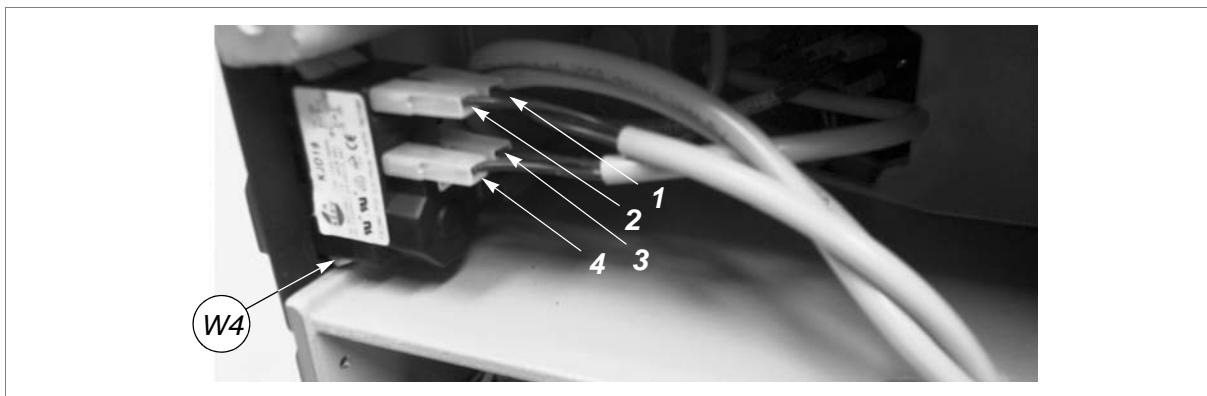

Fig. 26
- 3) Teniendo cuidado con su posición, desconectar los distintos conectores (1, 2, 3, 4) (fig.26).
- 7) Colocar la protección inferior, fijándola con los 7 tornillos (W) y los 2 pies. Introducir el recipiente para la recogida virutas.